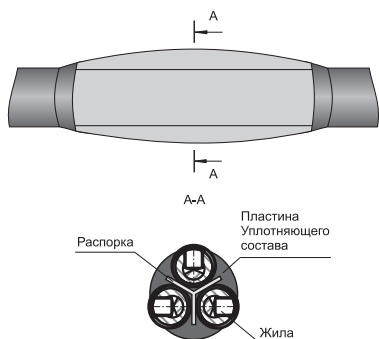

Рисунок 15
4.27 Расположить между жилами кабелей пластины уплотняющего состава (призмы), предварительно сняв с них бумагу. Пластины уплотняющего состава должны располагаться большей стороной наружу. Руками утрамбовать пластины между жилами и распоркой, а также между пальцами перчатки. Допускается подогрев пластины уплотняющего состава и распорки горелкой (рисунок 15).